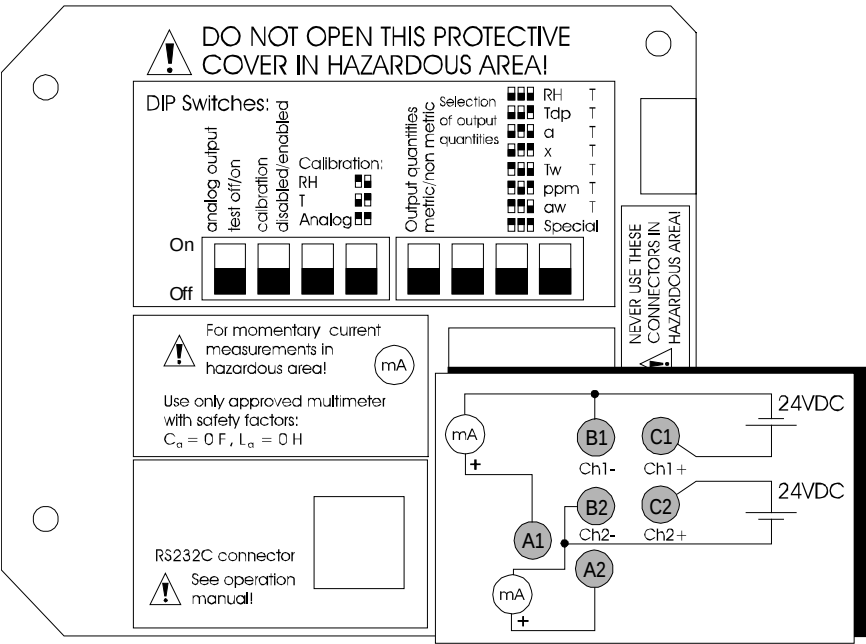

图 25 连接电源和万用表，进行校验
1. 用香蕉插头把电源（12...24VDC，如果用串口，最小电压 15VDC）连接到端子 B1（－）和 C1（＋）（通道 1），见第 53 页 图 25。